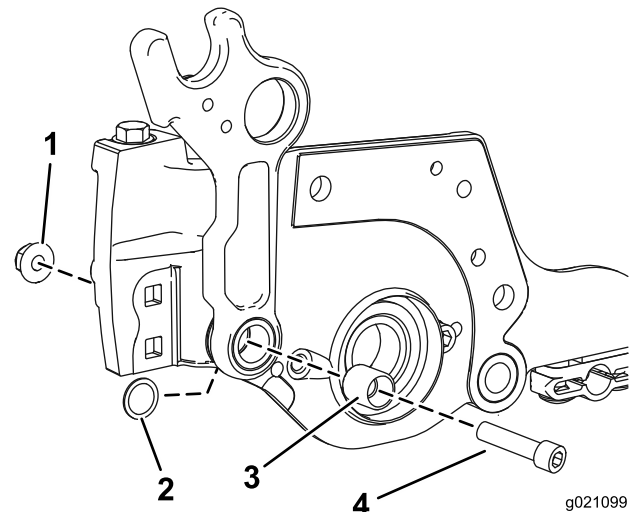

Figura 5
- Instale un perno (3/8-16 x 1-1/4 pulgada) y un espaciador nuevo y sujételos usando la tuerca suministrado en el kit (Figura 5).
Nota: Asegúrese de que la arandela plana está entre el bastidor y la chapa lateral, y que la arandela plana está colocada alrededor del espaciador, según se muestra en Figura 5.